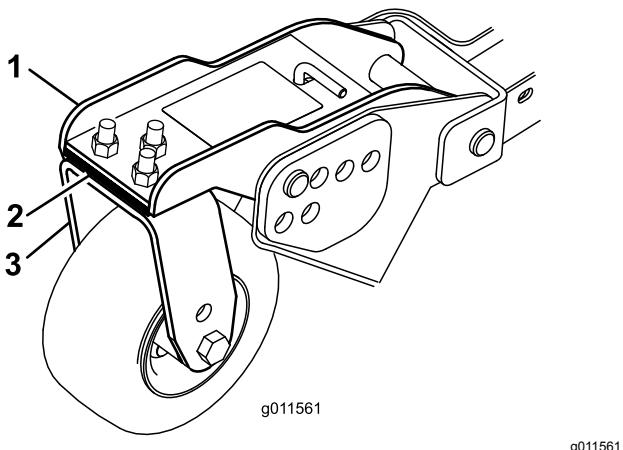

Bild 31
3. Wenn die innere Schnittkante des Seitmähwerks im Verhältnis zur äußeren Kante des Frontmähwerks zu hoch ist, entfernen Sie eine 3-mm-Beilagscheibe von der Unterseite des vorderen inneren Laufradarms am Seitmähwerk (Bild 31). Prüfen Sie den Wert zwischen den äußeren Kanten beider Seitmähwerke sowie der inneren Kante des seitlichen Mähwerks und der äußeren Kante des Frontmähwerks.